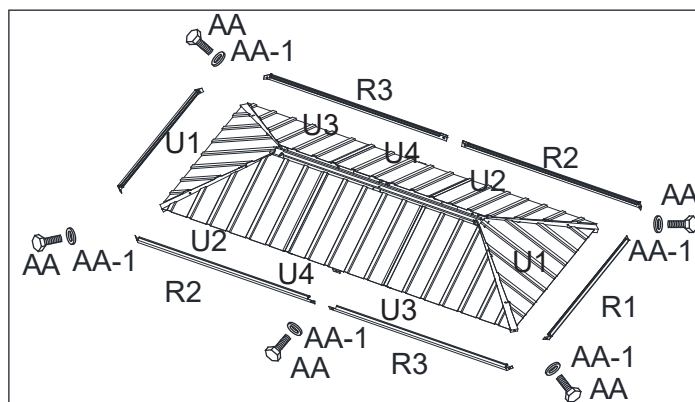

Figure 13-4
13.4. Fixez la garniture latérale de l'évent de toit - côté long (R1/R2) et la garniture latérale de l'évent de toit - côté court (R3) aux côtés du cadre de l'évent de toit (P1/P2/P3) à l'aide des boulons (AA) et de la rondelle (AA-1). Répétez l'opération pour tous les côtés. Voir la figure 13.4.